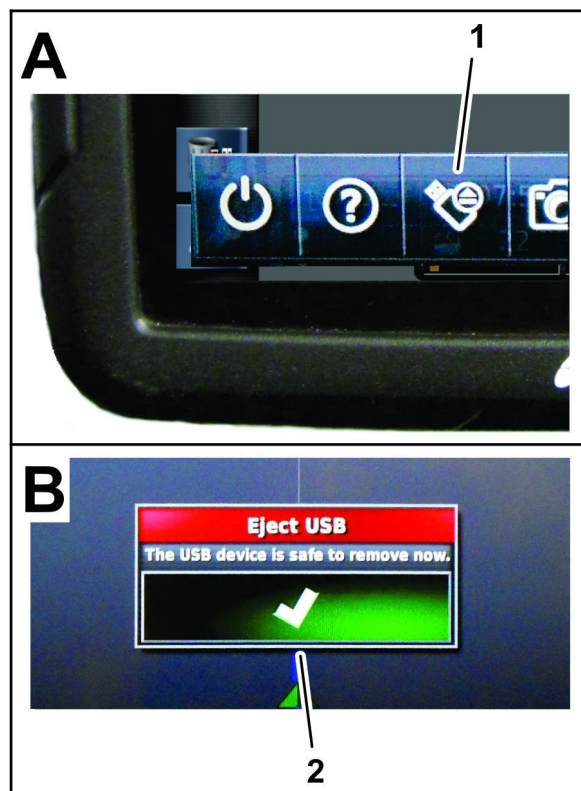

图 33
8. 滑动屏幕以访问浮动菜单栏 图 33。
9. 按弹出 USB 图标 图 33。
10. 在弹出 USB 对话框中按“确认”图标然后从控制台中取出 USB 存储器 图 33。